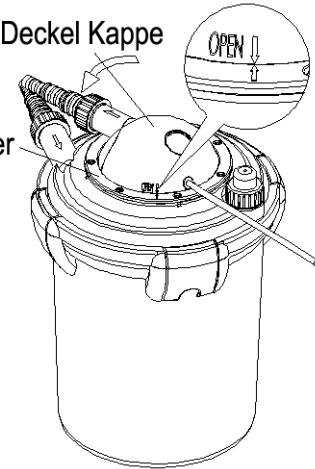
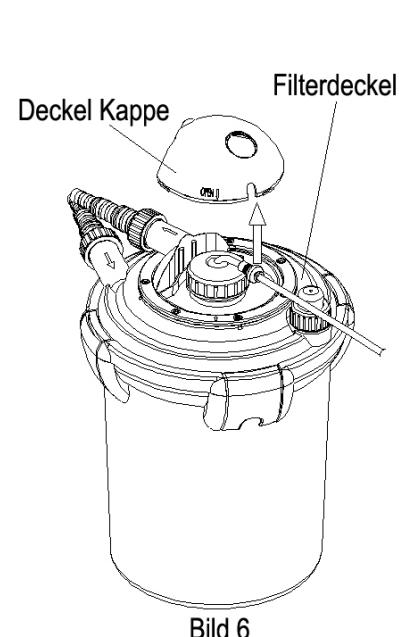
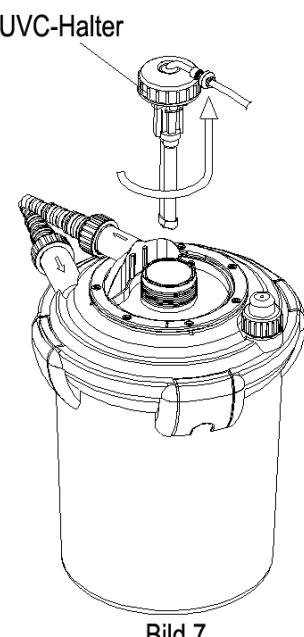
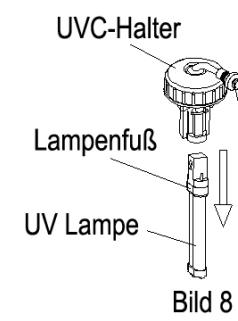

Bild 5
Bild 6
Bild 7
Bild 8
1. Um die Lampe zu ersetzen müssen Sie zuerst die Stromverbindung am Stecker der UVC-Lampe unterbrechen. Drehen Sie den Deckel so, dass der Pfeil gleich gestellt wird mit der Ringhalter (Bild 5). Entfernen Sie die Kappe vom Filterdeckel (Bild 6). Schrauben Sie den UVC-Lampenhalter entgegen dem Uhrzeigersinn los und entfernen Sie diesen Vorsichtig (Bild 7). Lassen Sie zuerst den UVC-Lampenhalter und die UVC-Lampe abkühlen und vollständig trocknen, bevor Sie die Lampe ersetzen. Sind diese kühl und trocken nehmen Sie den Lampenfuß mit Hilfe von einem Küchentuch und ziehen Sie die Lampe vorsichtig aus der Halterung (die Lampe nicht am Glas anfassen) (Bild 8). Platzieren Sie nun eine neue Lampe in die Halterung. Bitte testen Sie die Lampe erst nach dem vollständigen Zusammenbau des Filters!